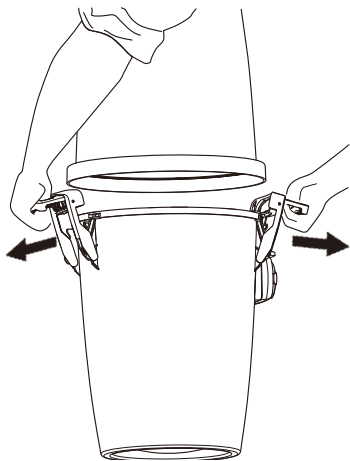

Fig. 20
1. Frigör de två handtagen som håller fast dammbehållaren. Det är lätt att låsa upp handtagen, man lyfter uppåt tills det tar emot. När man drar handtagen utåt, bort från dammsugaren, frigörs behållaren. Fig. 20.